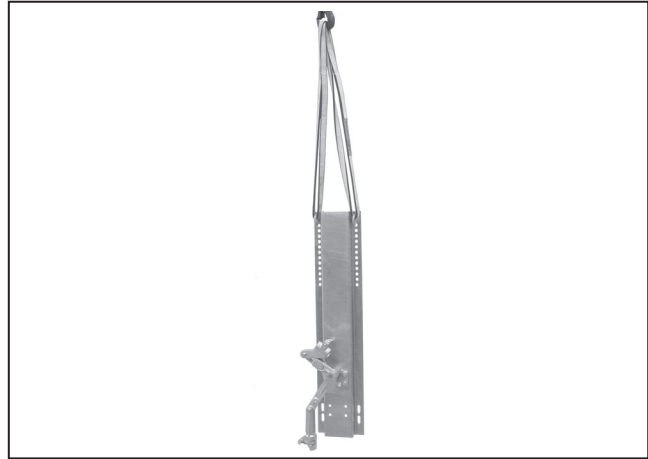

Figura 3. Iizando la palanca angular en posición.
**PASO 4.** Ice el ensamble de la palanca angular, incluyendo la base o la ménsula, y atorníllelo en su posición como se muestra en el plano de montaje. Ver Figura 3.